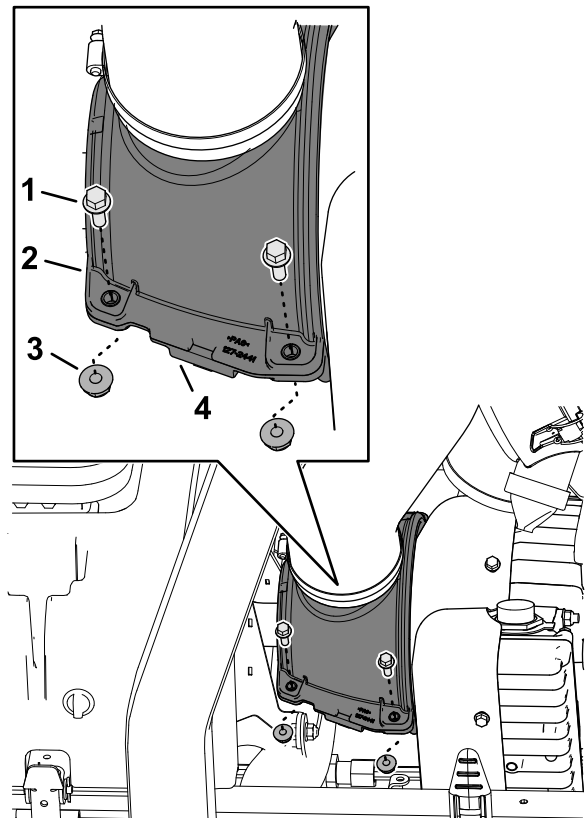

Bild 71
3. Sichern Sie die Kühlluftabdeckungshälften des Generators und die Druckbegrenzungsstifte mit den vier Bundkopfschrauben und vier Sicherungsbundmuttern (Bild 71).